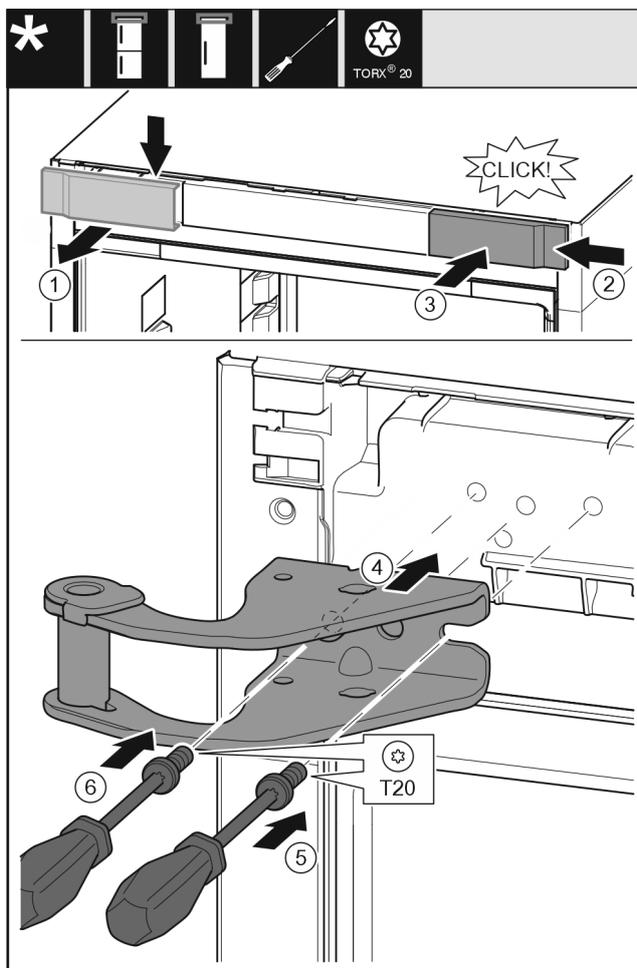

Fig. 15
- ▶ Снимите крышку сверху вперед. Fig. 15 (1)
- ▶ Навесьте крышку, повернув ее на 180°, справа с другой стороны. Fig. 15 (2)
- ▶ Зафиксируйте крышку. Fig. 15 (3)
- ▶ Установите верхний опорный кронштейн. Fig. 15 (4)
- ▶ Установите и затяните винт отверткой T20. Fig. 15 (5)
- ▶ Вставьте и затяните винт отверткой T20. Fig. 15 (6)